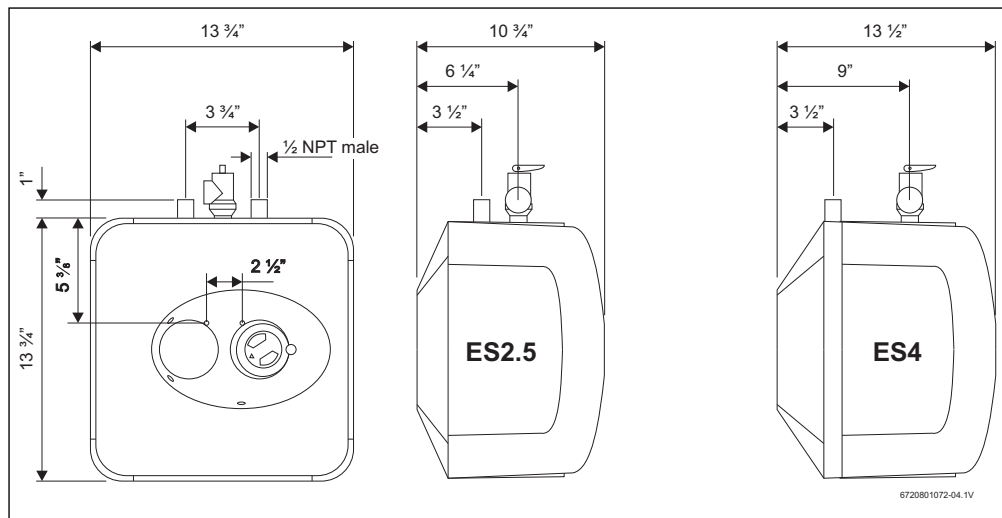

Fig. 4
- ▶ La soupape de décharge à sécurité thermique fournie devra être installée sur la partie du dessus. Voir l'emplacement de la soupape T&P sur la figure 4 et 5.